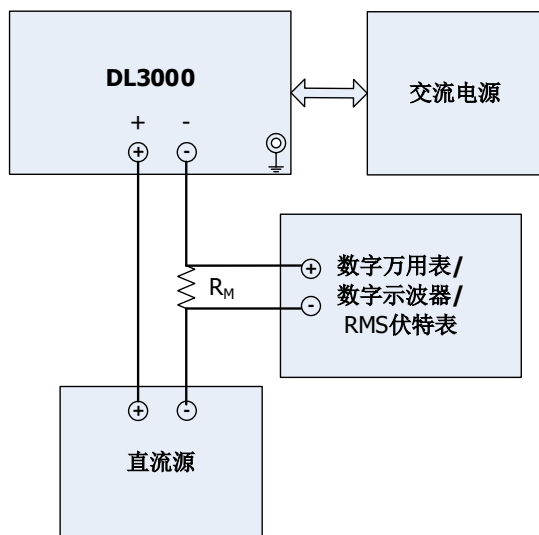

图 2-1 恒流测试连接
执行测试之前，请根据所在国家的市电电压值，通过电子负载后面板“电压选择器”选择合适的电压（本手册中的测试均以选择 230 Vac 为例）。在常温（25°C左右）状态下，使用“推荐的测试设备”一节所推荐的设备按图 2-1 所示进行连接。测试过程中，请根据电子负载后面板“电压选择器”已选择的电压设置交流电源的电压值。
1. 关闭 DL3031A，按照图 2-1 所示连接 DL3031A、交流电源、直流源、电流采样电阻（阻值  $R_M$  为 0.01  $\Omega$ ）和数字万用表（请注意电流采样电阻与 DL3031A 的通道输入端子和数字万用表的连接方法），并使用 USB 数据线通过电子负载后面板的 USB DEVICE 接口将电子负载与计算机相连。